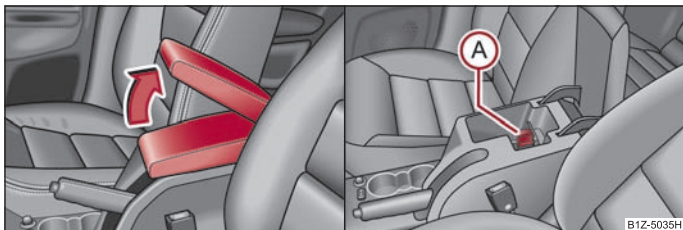

Fig. 75 Apoyabrazos: Compartimento portaobjetos/refrigeración del compartimento portaobjetos
- Abra la tapa del apoyabrazos en el sentido de la flecha ⇒ **fig. 75** - lado izquierdo.